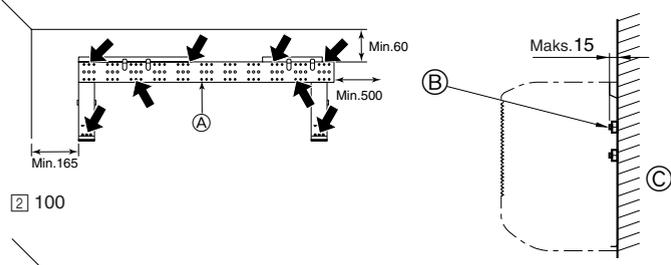

Fig. 3-4
- ▶ Montaj mesnedi her iki ucundan ve mümkünse ortasından tespit edilmelidir. Mesnedi asla tek bir noktadan veya simetrik olmayan bir şekilde tespit etmeyiniz. (Eğer mümkünse mesnedi kalın oklarla işaretlenmiş olan tüm noktalardan tespit ediniz.) (Fig. 3-4)